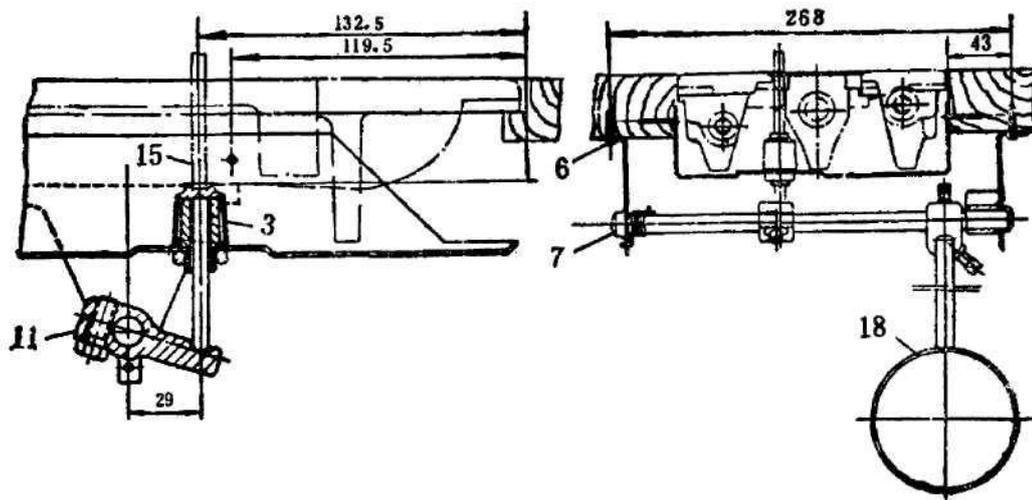

Рис. 3 Установка мотора
(рис. 3, см. также рис. на стр. 56)
2) Отрегулируйте положение комплекта коленоподъемника согласно рис. 3, затем затяните держатель вала деревянными винтами 6.